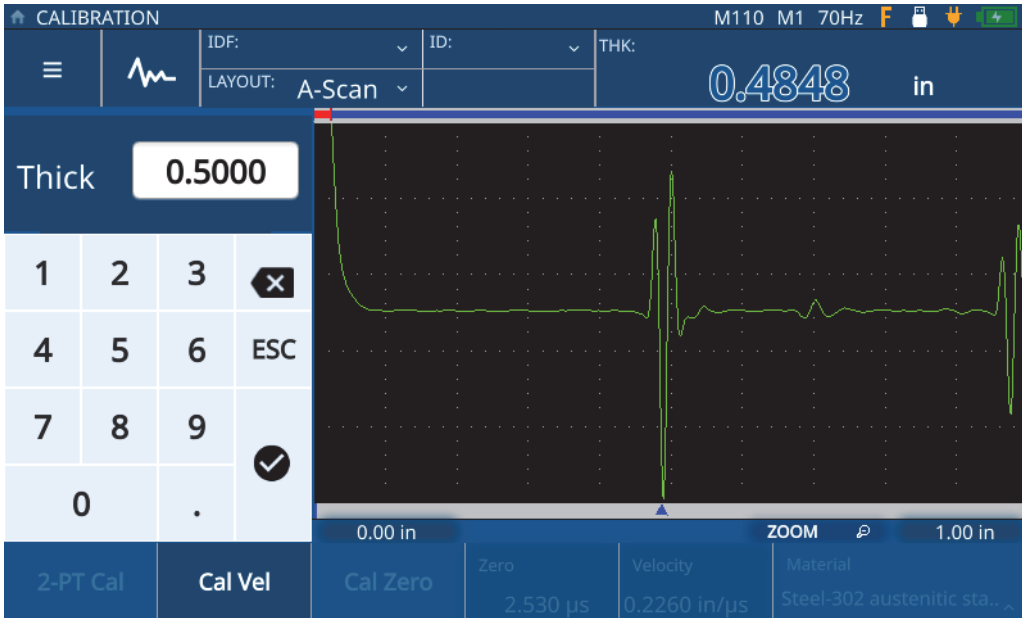

Figura 5-3 Introducir el espesor de la muestra
5. Pulse el valor **Thick** (Gueso) para acceder al modo de modificación e introduzca el espesor de la muestra (ver Figura 5-3 en la página 48).